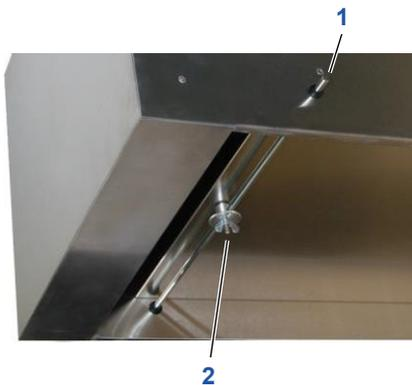

Figure 12 : Bloquez les barres de blocage
3. Desserrez les écrous à oreilles Figure 12 /2 des barres de blocage Figure 12 /1 aux deux extrémités de l'unité de filtration à ventilateur.
4. Poussez les barres de blocage Figure 12 /1 vers l'extérieur aussi loin que possible.
5. Serrez les écrous à oreilles Figure 12 /2.